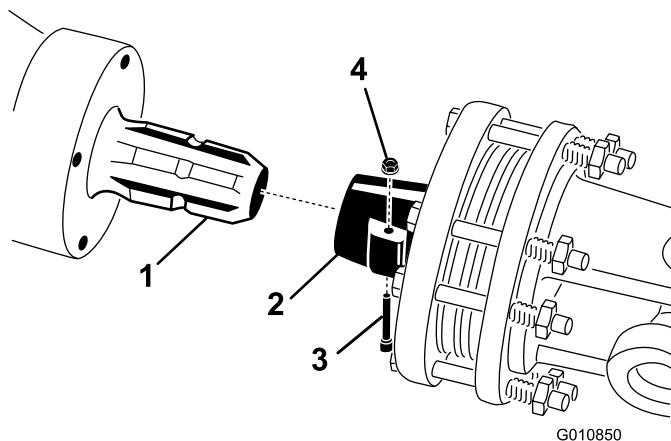

Figura 19
1. Retire o pino e a porca do eixo da tomada de força (Figura 19).
2. Ligue a extremidade da embraiagem do eixo da tomada de força ao eixo de entrada da transmissão do arejador com o pino e a porca previamente retirados (Figura 19). O pino é inserido apenas de uma forma.